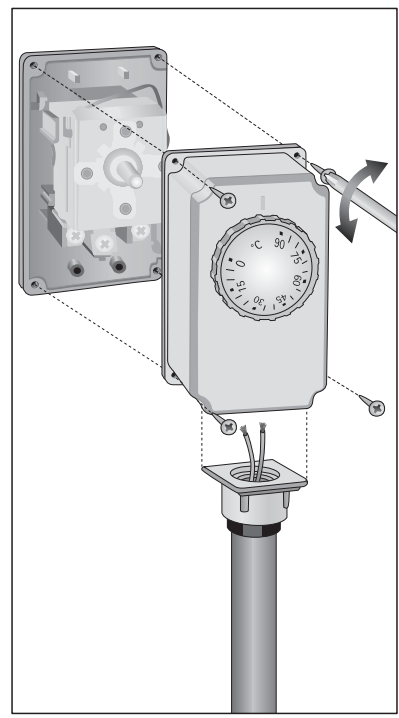

fig.5 - εικ.5
B) Rimuovere il coperchio dal prodotto svitando le quattro viti. Portare i fili dell'impianto attraverso l'apposito passacavo ed eseguire gli allacciamenti alla morsetteria (fig.5) come indicato al paragrafo seguente "collegamenti elettrici". Riaggianciare il coperchio al prodotto.